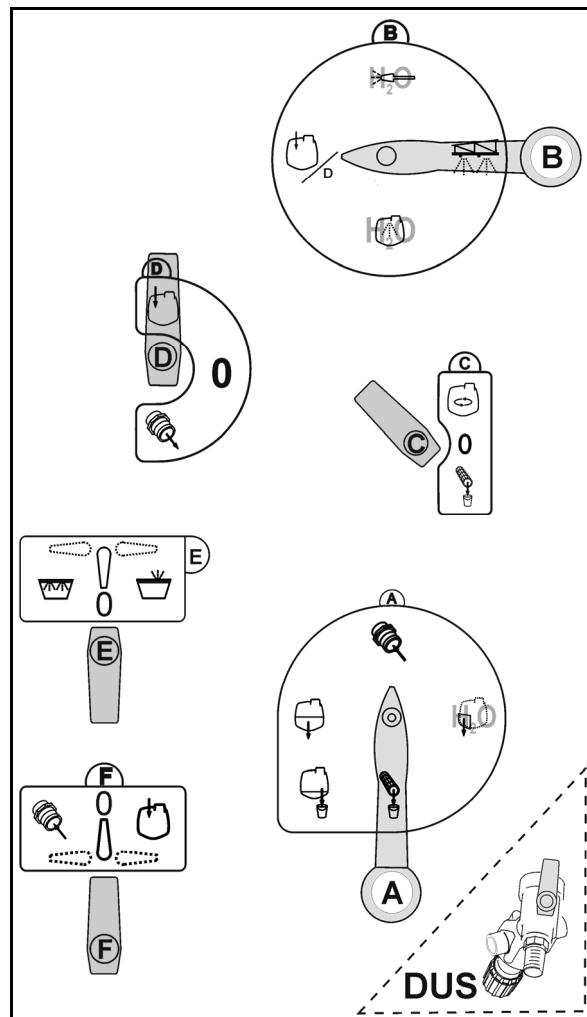

図15
3. 制御装置において切り替え栓を指定位置(図15)に切り替えます: